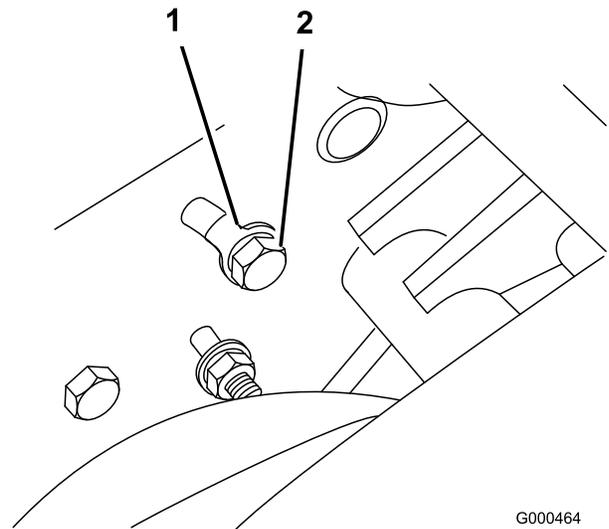

図 46
- A. サイド・プレートの裏側でアイドラ・ブラケットをサイド・プレートに止めているボルト（図 46）をゆるめる。